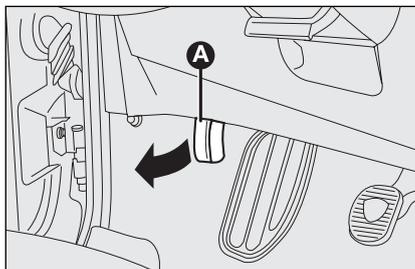

fig. 81
- ❑ tirare la leva **A-fig. 81** nel senso indicato dalla freccia;